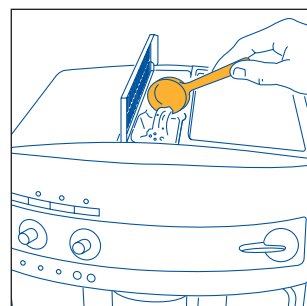

Abb.19
2. Den Deckel in der Mitte anheben, in den Einfüllschacht einen gestrichenen Messlöffel vorgemahlenes Kaffeepulver geben (Abb. 19) und dann wie in Abschnitt 5 beschrieben vorgehen.